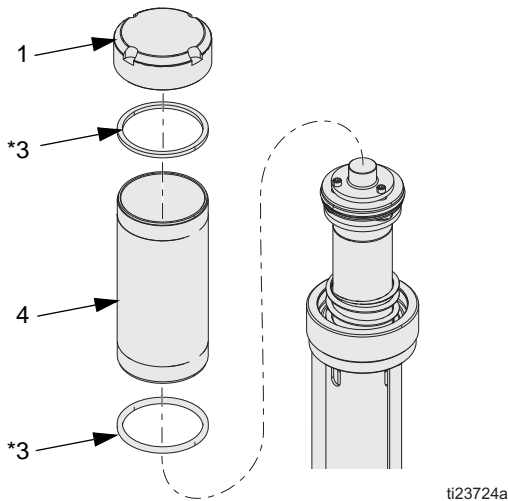

FIG. 10
1. Retire el capuchón (1), el cilindro (4) y las juntas cuadradas (3*). Inspeccione todas las piezas incluido el muelle situado bajo el capuchón (no mostrado en FIG. 10) en busca de daños y sustituya todo lo necesario. Consulte FIG. 10. Desenrosque a mano o con llave de cadena para no distorsionar la forma del cilindro.